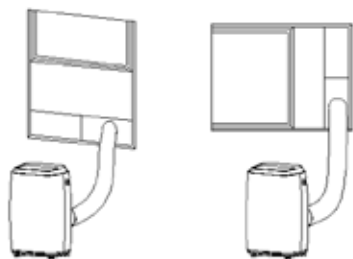

Fig. 5 & 5a
- 2) Como se muestra en las Fig.5 y Fig.5a, instale el tubo de salida de aire y ajuste bien la posición en la ventana.